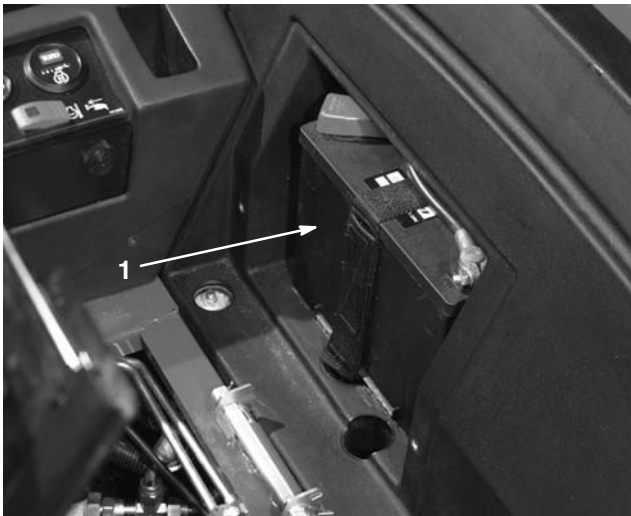

Bild 74
- Entfernen Sie die Verschlussdeckel von der Batterie (Bild 74) und füllen jede Zelle langsam mit Säure, bis sie soeben die Platten bedeckt.